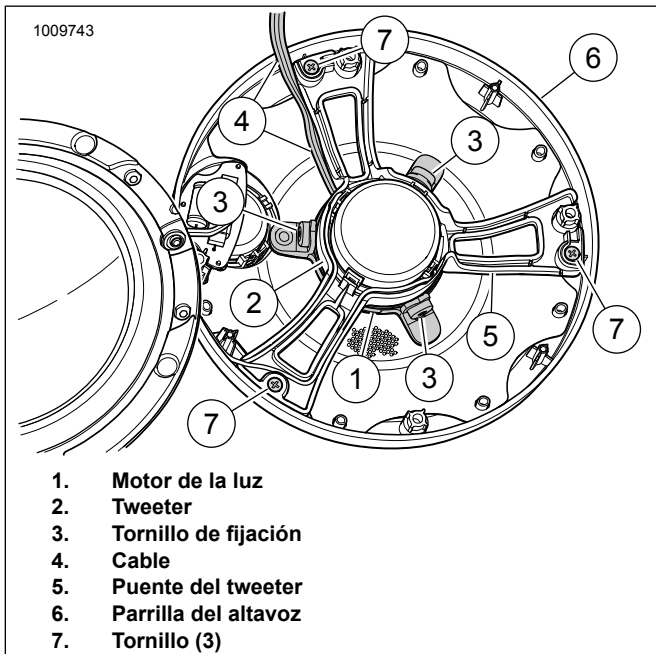

Figura 13. Parrilla del altavoz, puente del tweeter y luz LED
5. Consulte la Figura 13. Extraiga los tres tornillos que sostienen el puente del tweeter (5) a la parrilla del altavoz (6) y separe cuidadosamente los dos. Tenga cuidado de no dañar o tensionar los cables del altavoz del tweeter. Conserve los elementos de sujeción para usarlos más tarde.
Consulte la Figura 13. Coloque el motor de la luz (1) en el tweeter (2) como se muestra. Comprima suavemente el motor de la luz en su lugar.